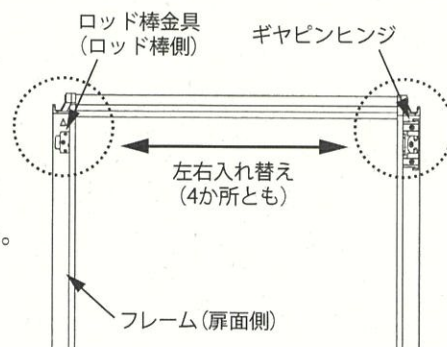

図12
- (1) 扉を外してください。(上記「扉の取外し方法」参照)
- (2) フレーム(扉面側)に取り付いているギヤピンヒンジとロッド棒受金具(ロッド棒側)を左右4か所入れ替えてください。(図12)